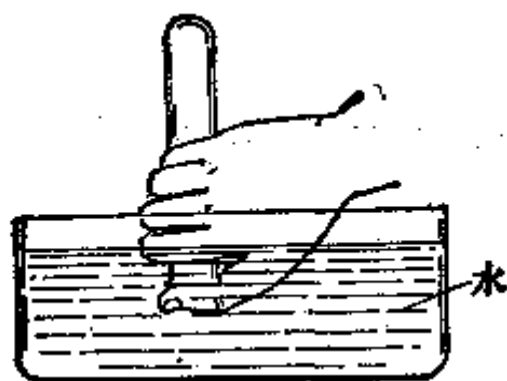

图 2 氨在水中的溶解
(1) 在收集氨气的试管口处, 放一条润湿的红色石蕊试纸, 待红色石蕊试纸变蓝时, 即说明试管中的氨气已经收集满了, 这时停止加热。把倒立的试管轻轻拿下, 并用拇指堵住管口。注意观察氨气的颜色、气味、状态。
(2) 将上述充满氨气的试管, 管口向下倒拿着放到水槽的水里去(图 2)。把拇指放开。看到什么现象? 为什么?